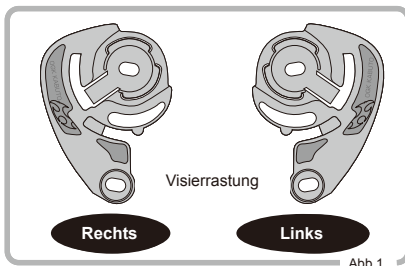

Abb. 1
- ① Überprüfen Sie zunächst die Seite der Visierrastung wie in Abb. 1 gezeigt.